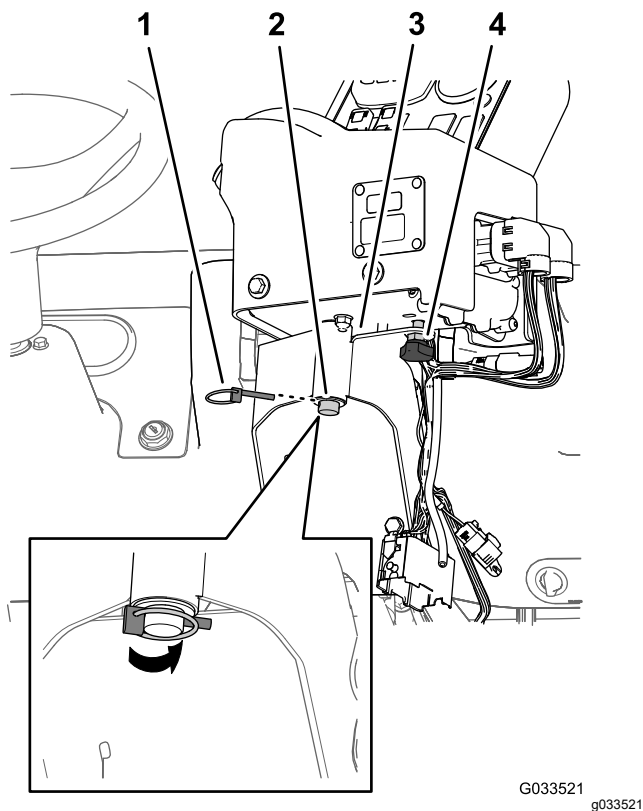

Bild 18
2. Befestigen Sie die Steuerkonsole an der Befestigungshalterung der Steuerung und befestigen sie mit dem Federclipstift (Bild 18).
3. Montieren Sie das Handrad und ziehen es an, damit sich die Konsole nicht während des Betriebs dreht (Bild 18).